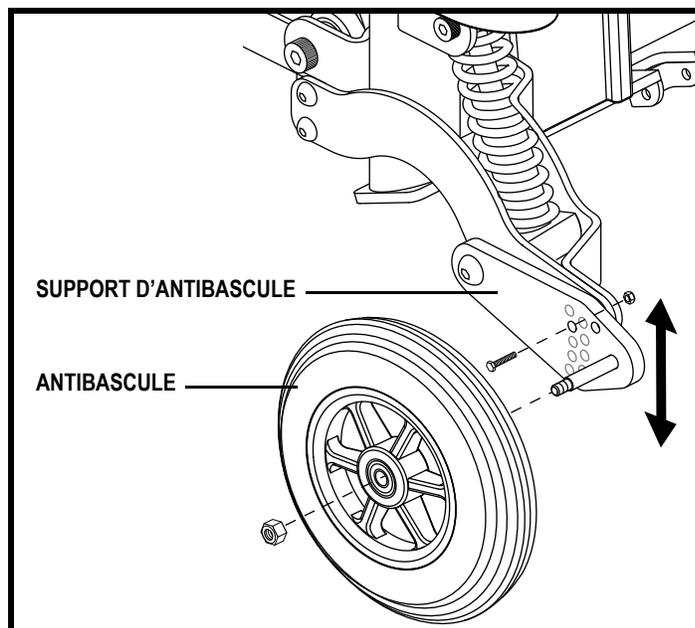

Figure 20. Module de roulette antibascule
2. Retirez l'écrou et le boulon du support de roulette. Voir la figure 20.